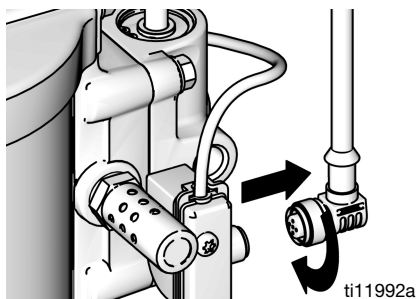

FIG. 9. Afbryd DataTrak
1. Kablet, der findes bagpå reedkontakten, skrues løs. Se FIG. 9.